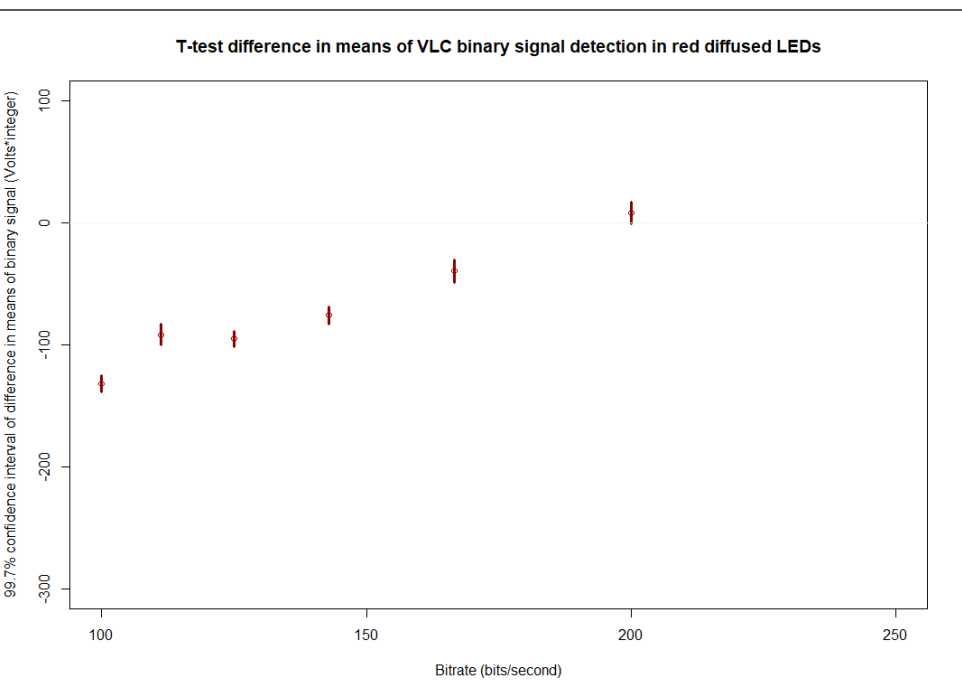

Fig. 2: Diffuse LED
**Diffuse LED:** De diffuse LED heeft niet dezelfde accuraatheid behaald op 20 mm in vergelijking tot de gerichte LED in het onderscheiden van het binaire signaal. Zie Fig. 2, 3.